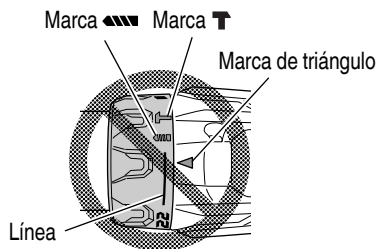

Fig. 14
- No usar con el dial del embrague en el número "22" y la línea en el medio de la marca de taladro. Si lo hiciese, se podrían producir daños. (Consulte la Fig. 14)